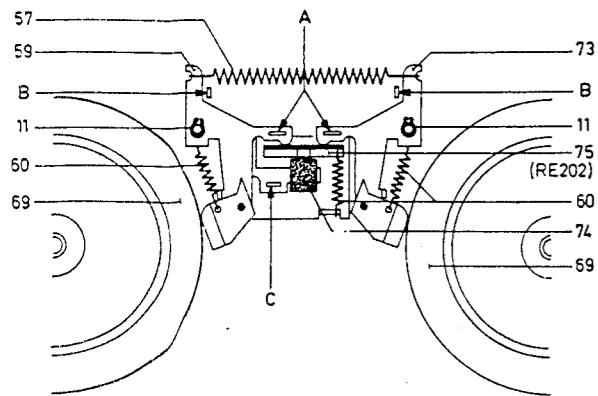

Fig. 18
Einstellen des Bremsmagneten und der Bremsen (siehe Abb. 18 und 20)
- Einstellen geschieht durch Biegen der Nocken A. Es ist darauf zu achten, dass der linke und der rechte Nocken gleich stehen (siehe Abb. 18).
- Einstellen geschieht durch Biegen der Nocken B (siehe Abb. 18).
- Bei angezogenem Bremsmagneten muss der Abstand zwischen Magnetanker und Anschlagblock (74) 0,35 - 0,4 mm betragen.
- Einstellen geschieht durch Biegen von Nocken C (siehe Abb. 18).